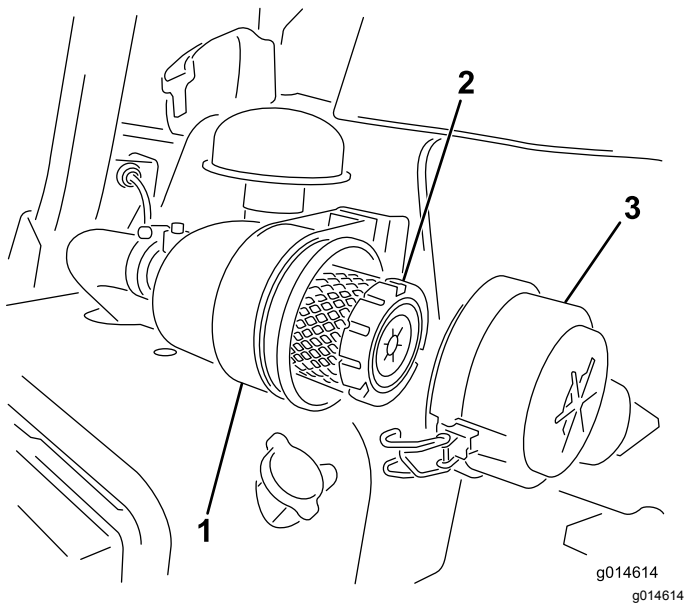

图39
1. 松开将空气滤清器盖固定到空气滤清器壳体上的搭扣图39。
7. 固定搭扣 (图39)。